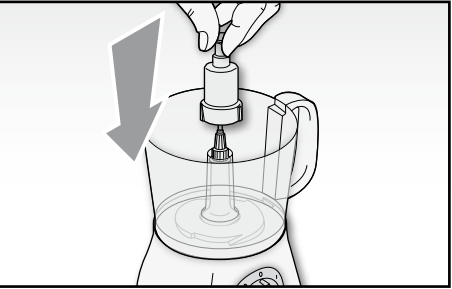

Fig. 4
- Montare il supporto lama (D) sul perno motore (C) all'interno della ciotola (P) (Fig. 4).